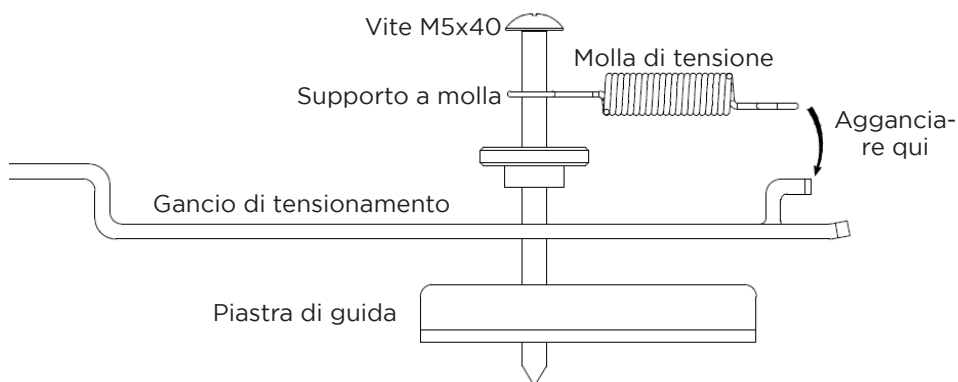

Fig. 1
3. Staffa di montaggio inferiore | Assemblare la staffa con i componenti secondo la fig. 1.